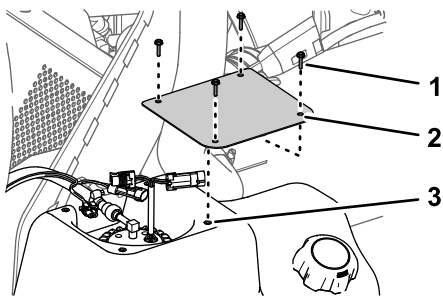

Bild 89
1. Befestigen Sie die Abdeckung mit den vier Schrauben (Nr. 10 x ¾"), die Sie in Schritt 2 von Entfernen der Abdeckung der Kraftstoffpumpe (Seite 65) entfernt haben, am Tank (Bild 89).